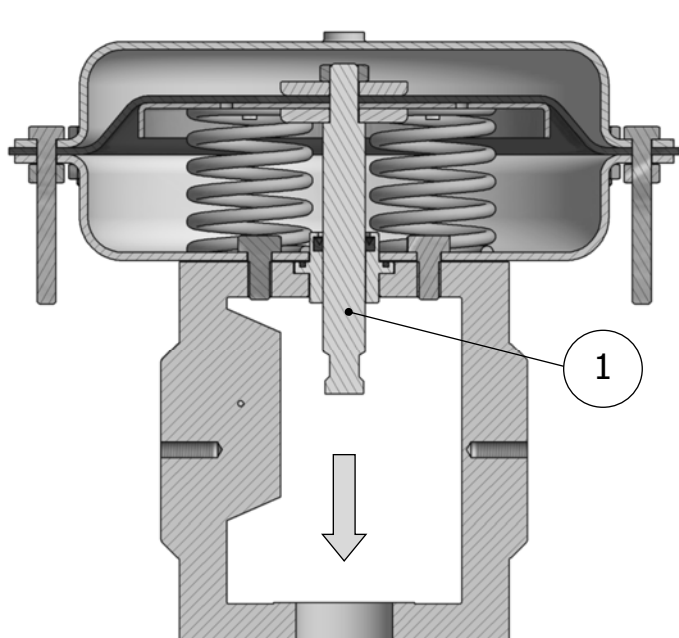

Abb. 7 Direkter Stellantrieb
Beim direkten Stellantrieb führt ein Erhöhen des Signals zum Austreten des Schaftes (1) (Abb.7 und 9)